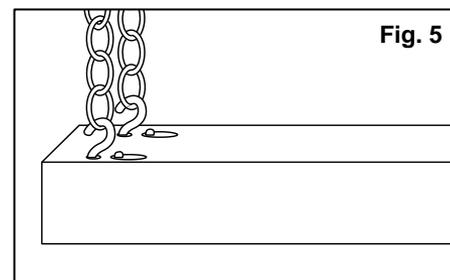

Fig. 5
2. Attachez une **chaîne** à chaque **crochet**, puis fixez chaque **chaîne** au plafond via votre option de montage préférée. (Fig. 5)